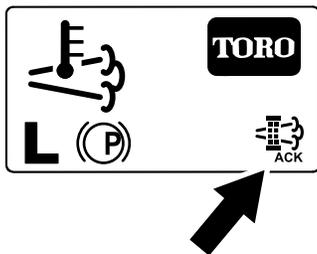

Figura 57
8. El InfoCenter muestra la pantalla de inicio y aparece el icono de Regeneración aceptada (Figura 57) en la esquina inferior derecha de la pantalla mientras se realiza la regeneración.